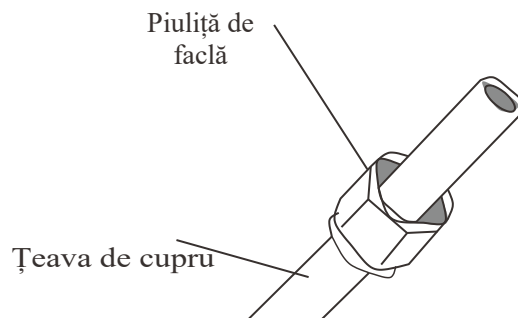

Fig. 5.3
3. Așezați piulițele la ambele capete ale țevii. Asigurați-vă că aceștia se îndreaptă în direcția corectă, pentru că nu le puteți pune în mișcare sau nu le puteți schimba direcția după apariție. Vezi **Fig. 5.3**